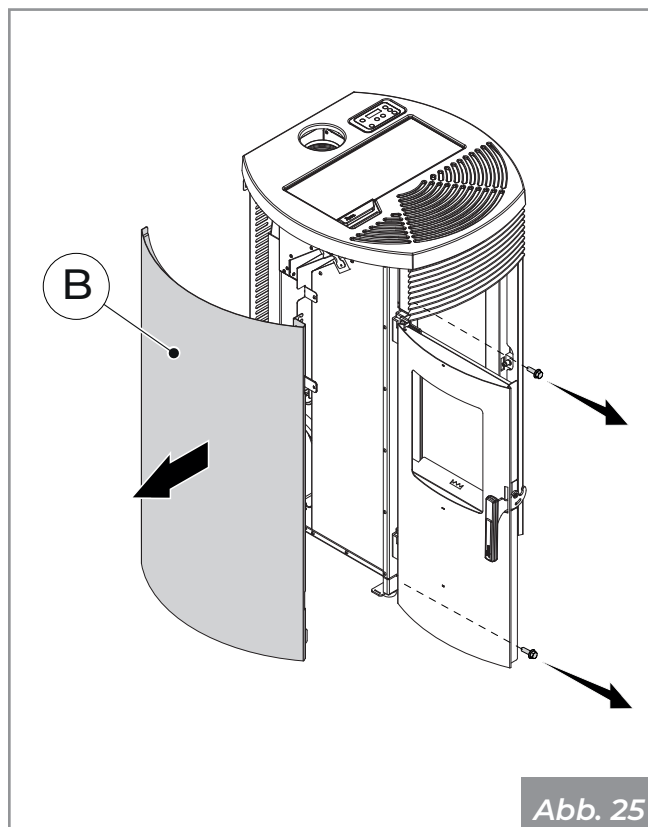

Abb. 25
- Öffnen Sie die Tür, entfernen Sie die vorderen Schrauben, welche die linke Seite sichern (**B**) und entfernen Sie diese (**Abb. 25**).